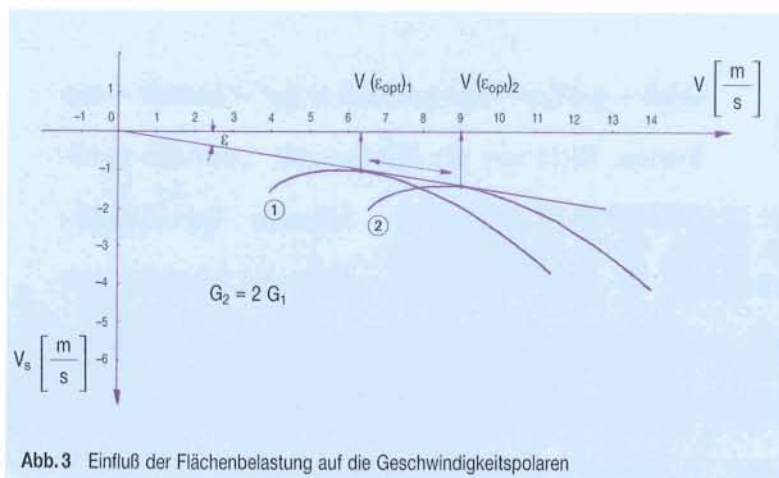

Abb. 3 Einfluß der Flächenbelastung auf die Geschwindigkeitspolaren
d. h. unabhängig von der Flächenbelastung (vgl. Abb. 2). Alle diese Erkenntnisse lassen sich gesammelt in der Geschwindigkeitspolaren darstellen (Abb. 3). Die Polare verschiebt sich mit geänderter Flächenbelastung quasi nur längs der Tangente aus dem Ursprung des Koordinatensystems, dem Gleitpfad. Dabei fällt auf, daß im gleichen Maße wie sich der Geschwindigkeitsbereich und jede charakteristische Geschwindigkeit (z. B. Geschwindigkeit des besten Gleitens, ...) verschiebt, sich auch die minimale Sinkgeschwindigkeit ändert.